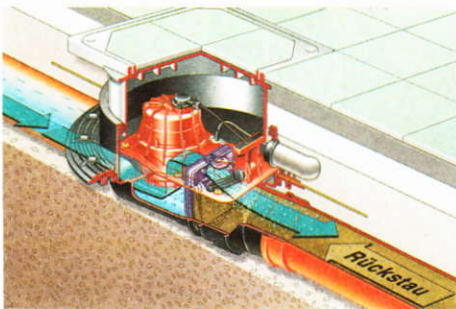

Abb. 123
#### **Rückstauumpfanlage Pumpfix S; Abb. 123, Bezugsquelle (9)**